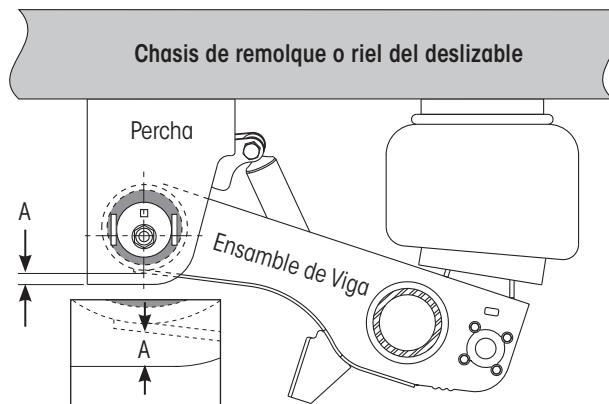

Figura 2: Medida del buje pivote A (se recomienda remolque sin carga)
1. Con la suspensión a la altura de manejo, **mida** desde la parte inferior del ensamble de la viga hasta la parte inferior de la percha (Figura 2).